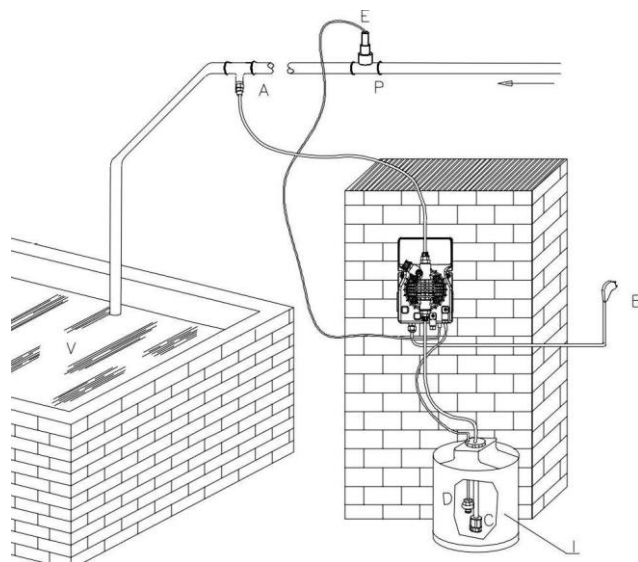

Рис. 12
6.2. ЗВИЧАЙНИЙ ВАРІАНТ ВСТАНОВЛЕННЯ (Рис.12)